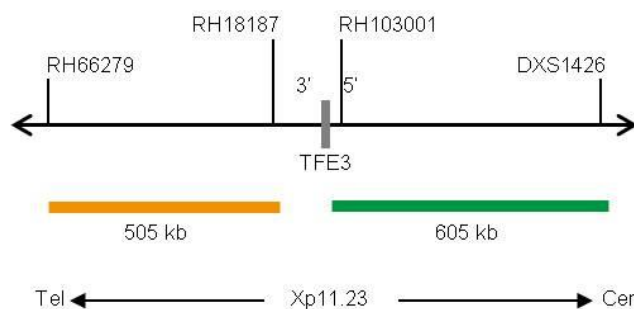

Fig. 1: SPEC TFE3 Mapa da sonda (sem escala)
- Polinucleótidos (~4.5 ng/ μ l) com marcação ZyOrange (excitação 547 nm/emissão 572 nm), dirigidos ao mapeamento de sequências alvo em Xp11.23* (chrX:48,287,169-48,792,674) distais ao ponto de quebra do gene TFE3 (ver Fig. 1).
- Polinucleótidos (~10 ng/ μ l) com marcação ZyGreen (excitação 503 nm/emissão 528 nm), dirigidos ao mapeamento de sequências alvo em Xp11.23* (chrX:48,906,685-49,509,699) proximais ao ponto de quebra do gene TFE3 (ver Fig. 1).